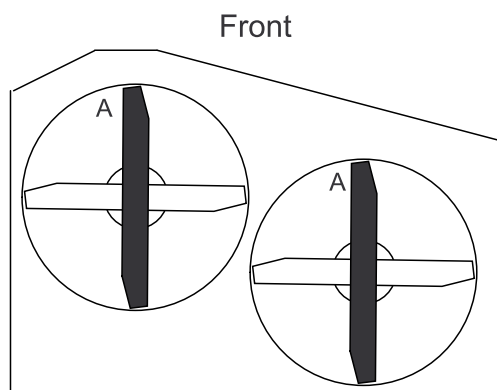

Figura 48
3. Gire las cuchillas hasta que los extremos estén orientados hacia adelante y hacia atrás. Mida desde una superficie nivelada hasta el filo de corte, posición A, de las cuchillas (Figura 48). Anote esta dimensión.